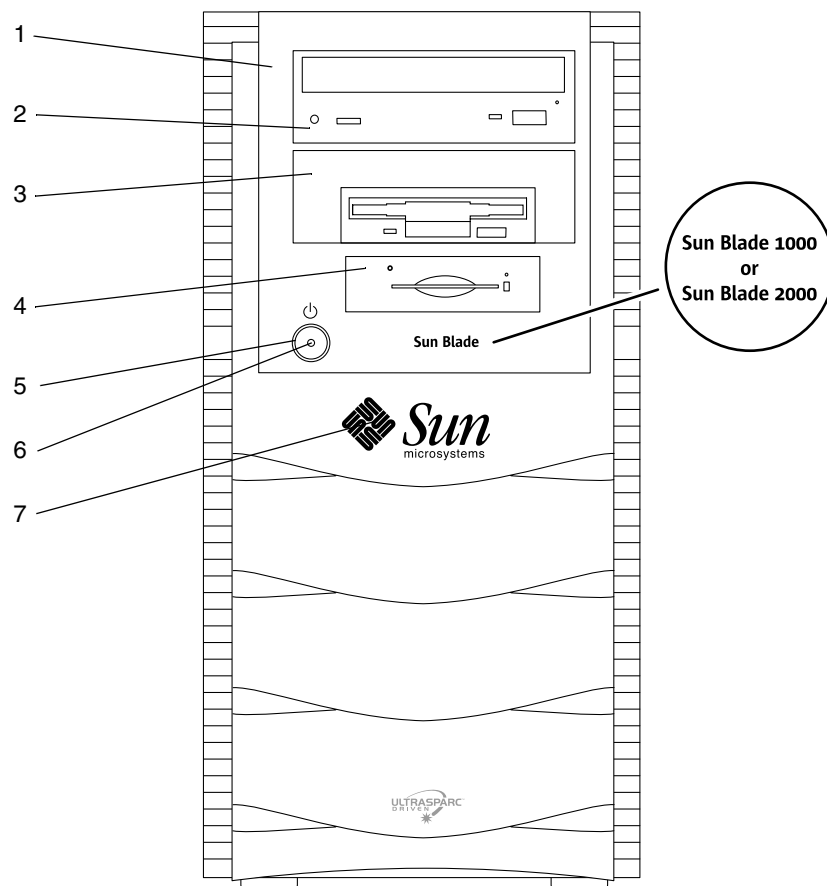

図 2 正面パネルの概要
下の一覧の番号は、図 2 の数字キャプションに対応しています。
2. 正面パネル上の電源スイッチを押して、離します (図 2 を参照)。